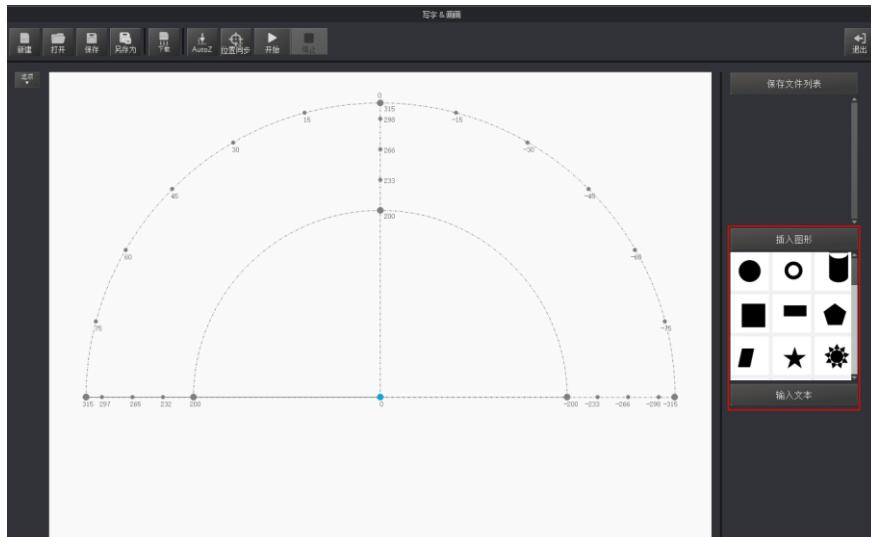

图 5.48 插入系统自带的图形文件
- 在“写字 & 画画”页面右下方的“插入图形”单击选择系统自带的图形文件。如图 5.48 所示。